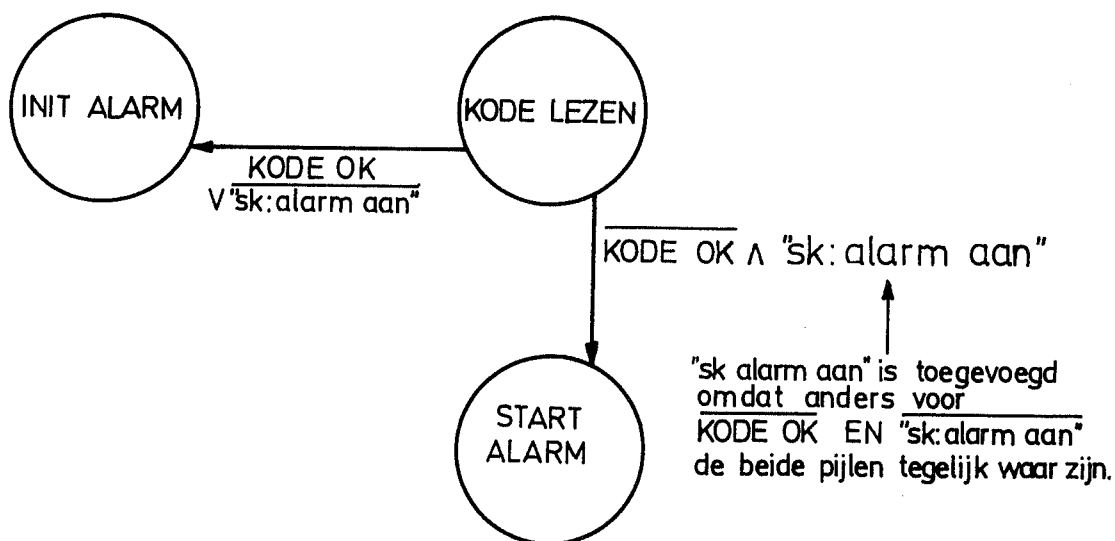

FIG. W4 Voorwaarden bij VERTREKKENDE PIJLEN MOETEN ELKAAR UITSLUITEN
Verschillende pijlen kunnen in een toestand toekomen, en vormen geen probleem. MEERDERE VERTREKKENDE PIJLEN UIT EEN TOESTAND vormen wel een POTENTIELE mogelijkheid tot FOUTEN. Om te vermijden dat meer dan een toestand actief wordt, mag er van die vertrekkende pijlen slechts een (1) tegelijk waar kunnen worden. Er zal STRIKT op worden TOEgeZIEN dat die pijlen voorzien zijn van ELKAAR UITSLUITENDE voorwaarden; ofwel door een bewuste keuze -voorwaarden toevoegen, het front van een signaal gebruiken-, ofwel omdat de voorwaarden elkaar van nature uitsluiten. (Toch voorzichtig zijn: "Vooruit" en "achteruit" van een cilinder sluiten elkaar meestal uit, totdat.. een storing aan de detectoren optreedt!) (Zie ook POSTULATEN). (fig W4)